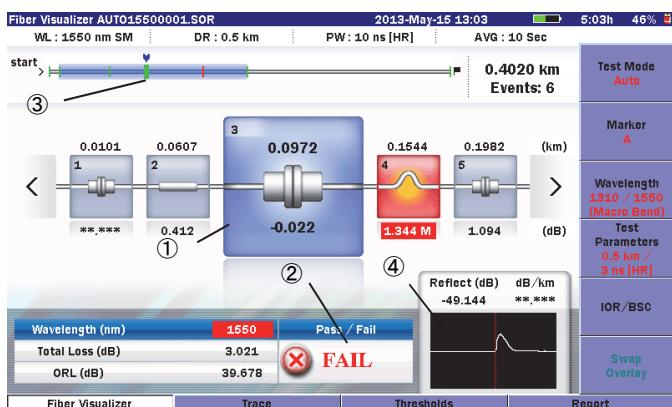

図4 Fiber Visualizer 画面例
図4に示すように、Fiber Visualizerの画面は、①イベントアイコン、②合否判定結果、③ファイバ全体図、④イベントのOTDR波形で構成した。本機能の最も大きな特徴である①のイベントアイコンはイラスト化したイベント種別、距離、そして伝送損失を一つのアイコンで表した。これにより作業者が必要とするイベントの情報を簡単に確認できる。またロータリエンコーダによりイベントを移動させ、注目するイベントを拡大することでユーザ操作を直感的にした。
②の合否判定結果は解析したイベントの情報から判定する処理を追加し、これを画面下部に大きくPASSまたはFAILと表示した。これにより作業者はイベントの情報とOTDR波形を解析することなく作業結果の良否が確認できる。またFAILと判定した場合には問題となるイベントのアイコンを赤色で表示し、どのイベントが問題か容易に分かる。
③のファイバ全体図では各イベントを棒グラフ上に、その良否で色付けしたマーカで図示した。こうすることでイベントの位置関係が一目で把握でき、実際の光ファイバケーブル上の故障箇所を探索するスピードの向上が狙える。
④のOTDR波形は、イベント種別と測定波形をリンクし確認できるように、画面右下に選択しているイベントの波形を拡大して表示させた。この表示によって光コネクタの反射や曲げといった障害がOTDR波形でどのように現れるか確認でき、光ファイバやOTDRを取り扱ったことがない作業者が自身で故障診断ができる知識の向上が図れる。なお、画面下部のTraceキーを押下することで全体のOTDR波形を確認することも可能である。